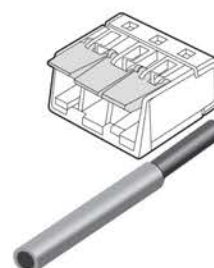

Рис. 1
2. Конец провода, подлежащий соединению зачистить от изоляции на длине 11 мм (рис. 1).